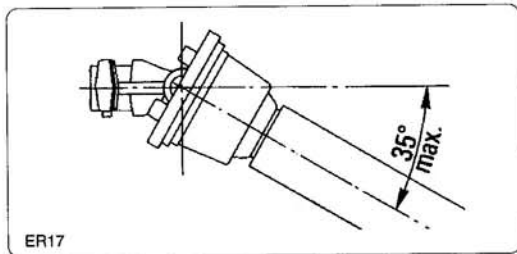

fig. 5.3.3
La massima inclinazione che il cardano può sopportare con la presa di forza (P.T.O.) inserita, è di 35° (vedi fig. 5.3.3) ma è consigliabile non superare mai i 25°/30°.
*The maximum tilt the driveline can bear with the pto engaged is 35° (see fig. 5.3.3).*
L'inclinaison maximale que le cardan peut supporter avec prise de force (PdF) branchée est de 35° (v. fig. 5.3.3) mais il est conseillé de ne jamais dépasser 25 à 30°.
*Die Gelenkwelle darf schalteter Zapfwelle n. Abb. 5.3.3) mehr als un gen werden, aber es i einen Wert von 25°/30 überschreiten.*